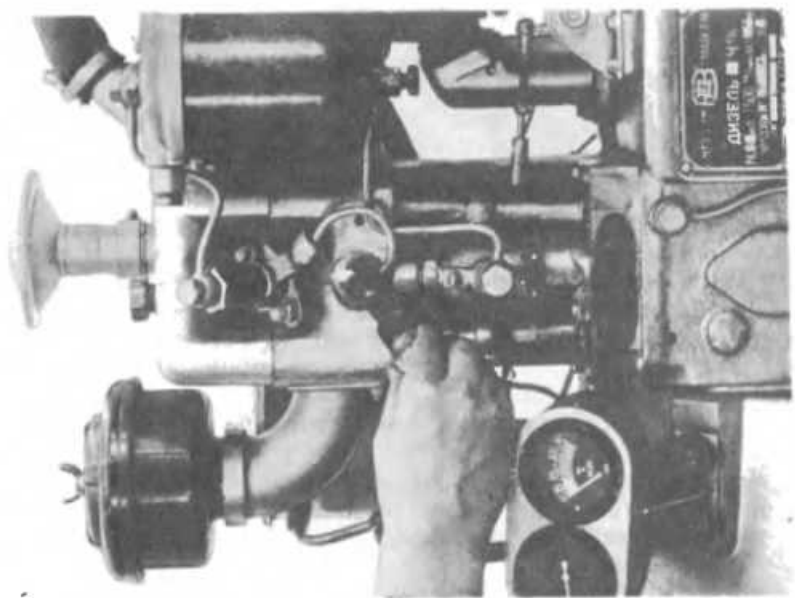

Рис. 107. Установка зажженного запальника
2. Вывинтите запальник на дизелях с запальным устройством, вставьте фитиль из бумаги, пропитанной селитрой, зажгите его и ввинтите запальник на место (рис. 107). При отсутствии селитры запальные фитили можно изготовить из хлопчатобумажной ткани, смоченной дизельным топливом. Запальник завинчивайте на место лишь после того, как фитиль обгорит и обуглится.